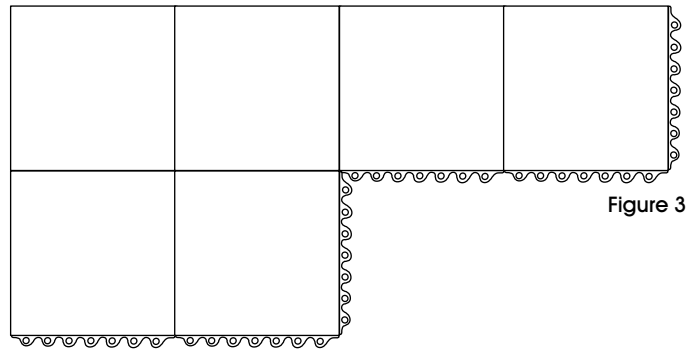

Figure 3
2. Place second tile adjacent to first with sockets of second tile facing pins of first tile. Snap pins into sockets. Continue to install mat tiles one row at a time, snapping pins into sockets. (See Figure 3)
2. Juxtaposez le deuxième carreau au premier en vous assurant que les emboîtures du deuxième carreau sont orientées vers les tiges du premier carreau. Emboîtez les tiges dans les emboîtures. Continuez d'installer les carreaux de tapis, une rangée à la fois, et à emboîter les tiges dans les emboîtures correspondantes. (Voir Figure 3)